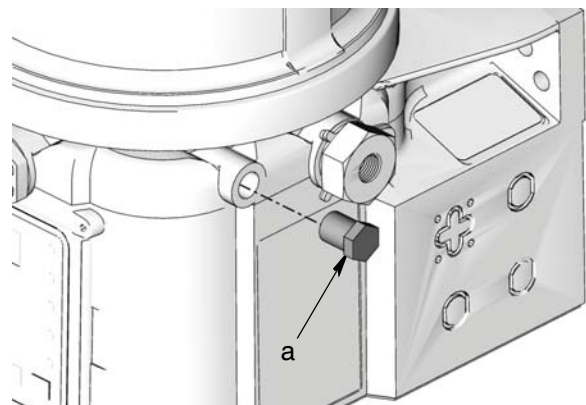

FIG. 2
3. Utiliser une clé pour desserrer la prise (a) à partir de l'emplacement de retour. Retirer la prise de la porte (FIG. 2).